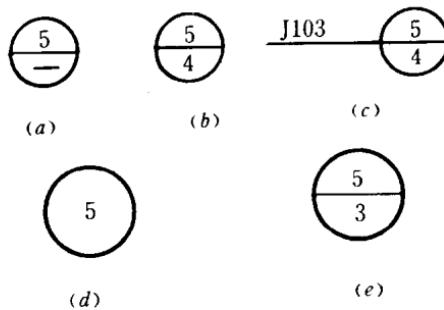

图 1-4 详图的编号与索引
(1) 索引出的详图与被索引的图样在同一张图纸内，应在索引符号的上半圆中用阿拉伯数字注明该详图的编号，并在下半圆中间画一段水平细实线，如图 1-4 (a) 所示。
(2) 索引出的详图与被索引的图样不在同一张图纸时，应在索引符号的下半圆中用阿拉伯数字注明该详图所在图纸的图纸号，如图 1-4 (b) 所示。
(3) 索引出的详图，如采用标准图，应在索引符号水平直径的延长线上加注该标准图册的符号，如图 1-4 (c) 所示。
(4) 详图的位置和编号，要用详图符号表示，详图符号以粗实线绘制，直径为 14mm。详图与被索引的图样在同一张图纸内时，应在详图符号内用阿拉伯数字注明详图的编号，如图 1-4 (d) 所示。详图与被索引的图样不在同一张图纸时，在水平直径线上面注明详图编号，在线下注明被索引的图纸号，如图 1-4 (e) 所示。